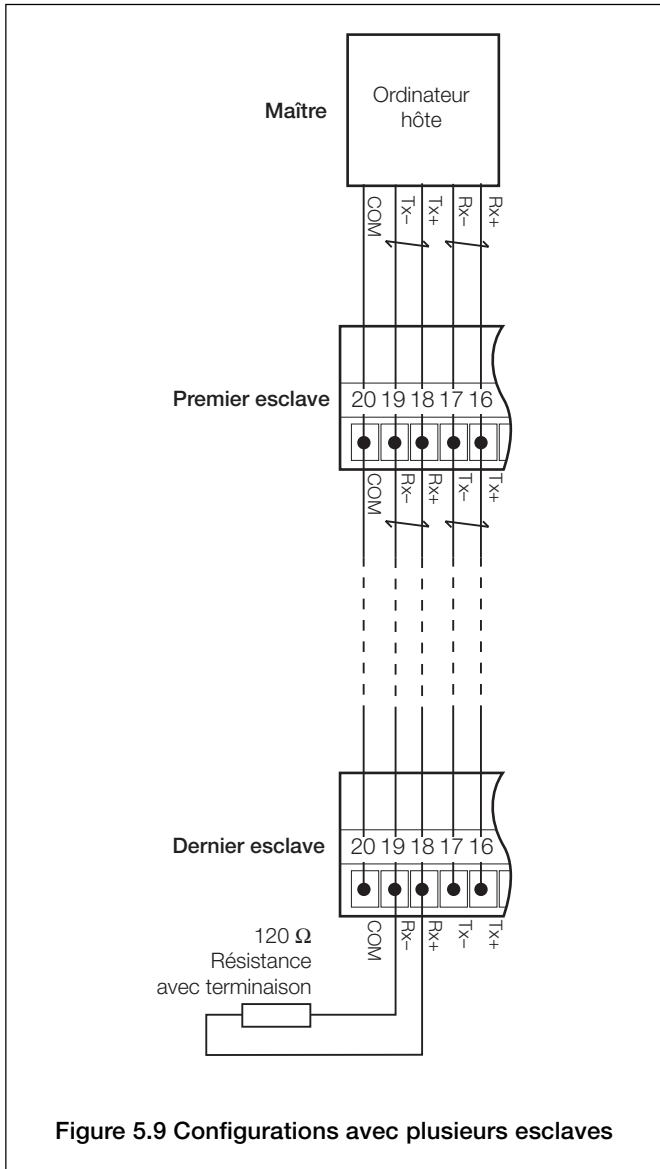

Figure 5.9 Configurations avec plusieurs esclaves
5.5.4 Résistance avec terminaison – Fig. 5.9
Pour les longues lignes de transmission, une résistance avec terminaison 120 Ω doit être installée sur le dernier esclave de la chaîne - voir Fig. 5.9
Les connexions à la carte série Modbus doivent être effectuées comme indiqué dans la Fig. 5.8. Les connexions vers les configurations de liaison à deux ou quatre fils sur des systèmes avec plusieurs esclaves doivent être effectuées en parallèle comme indiqué Fig. 5.9. Lors de la connexion des blindages des câbles, assurez-vous qu'il n'existe aucune "boucle de terre".